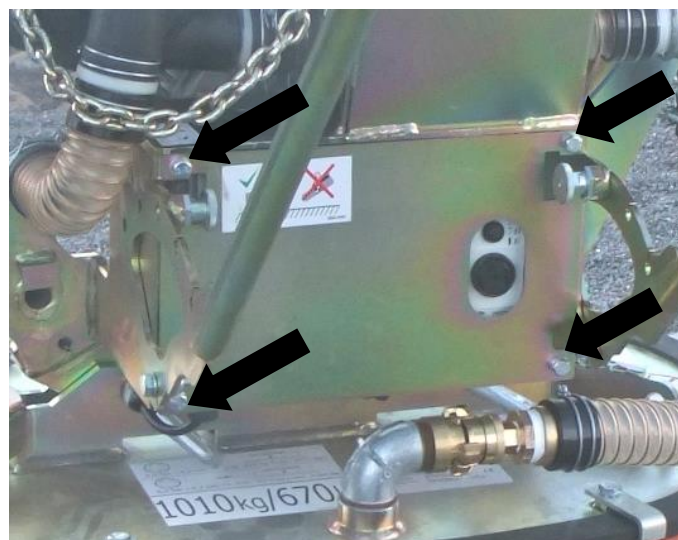

Fig. 10
- Quindi rimuovere le 4 viti (dalla copertura frontale – vedi frecce in Fig. 10) e connettere i poli negativi e positivi al carica batteria.